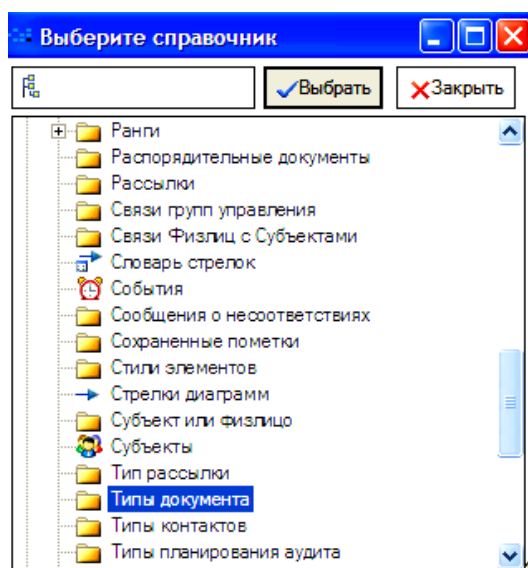

Рисунок 55 – Внешний вид окна выбора справочника команды *Все справочники*
3. Используя полосу прокрутки, найдите в списке справочник *Типы документа* и щелкните кнопку  (рисунок 55).